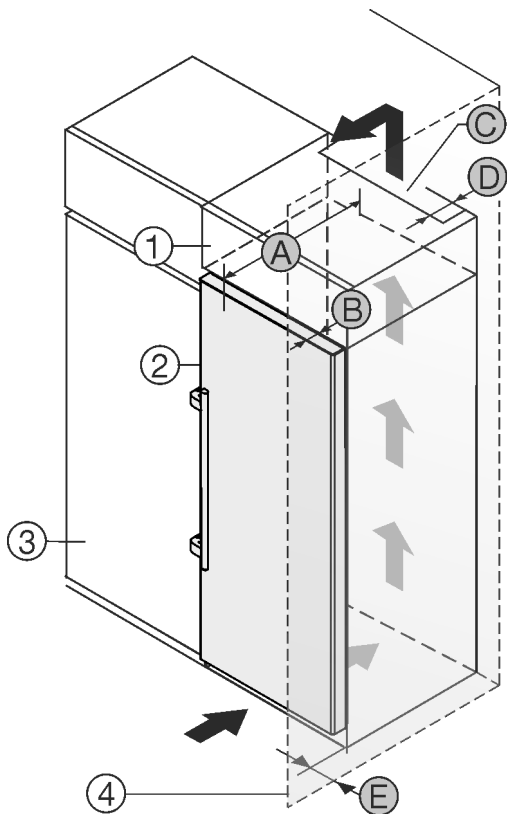

Fig. 24
此冰箱可安装在橱柜内。为了使冰箱 Fig. 24 (2)与橱柜高度一致，可在冰箱上面放置一个附加柜 Fig. 24 (1)。
如果冰箱直接安放在橱柜 Fig. 24 (3)旁边，至少需要与冰箱保持 5cm 的距离。为了能完全打开门，冰箱必须凸出橱柜正面一定深度 Fig. 24 (B)。根据橱柜的深度，使用壁距调整垫片可以使冰箱更为凸出。
- 在附加柜背面必须有一个竖风道，其深度 Fig. 24 (D)应超过整个附加柜宽度。
- 盖板下必须保有通风横截面 Fig. 24 (C)。
如果将带铰链的冰箱放置在墙壁 Fig. 24 (4)边，冰箱和墙壁必须保有距离 Fig. 24 (E)。这取决于冰箱门打开时把手与墙壁的距离。